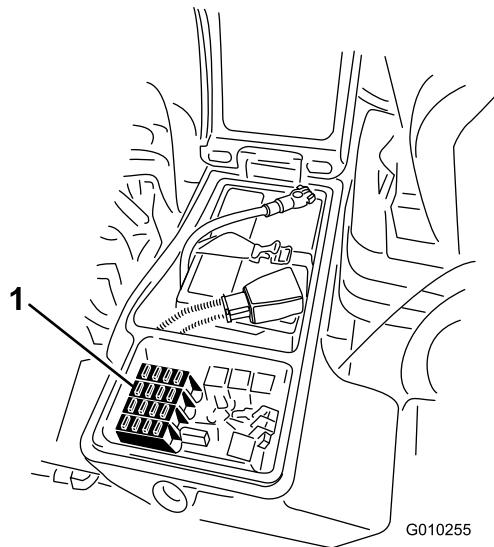
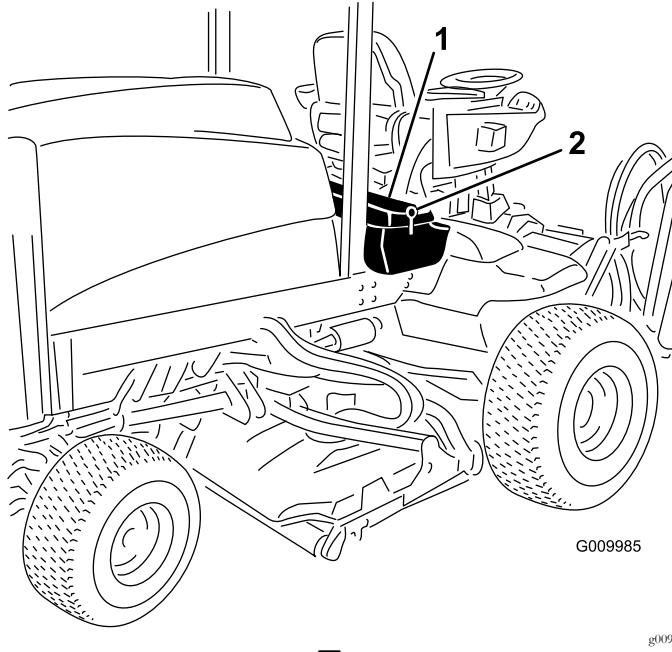

图48
图47
3. 关闭右储物盒盖用闩锁固定图47。
1. 松开右储物盒盖的闩锁提起盒盖图47以露出保险丝盒图48。
2. 必要时更换开式保险丝图48。